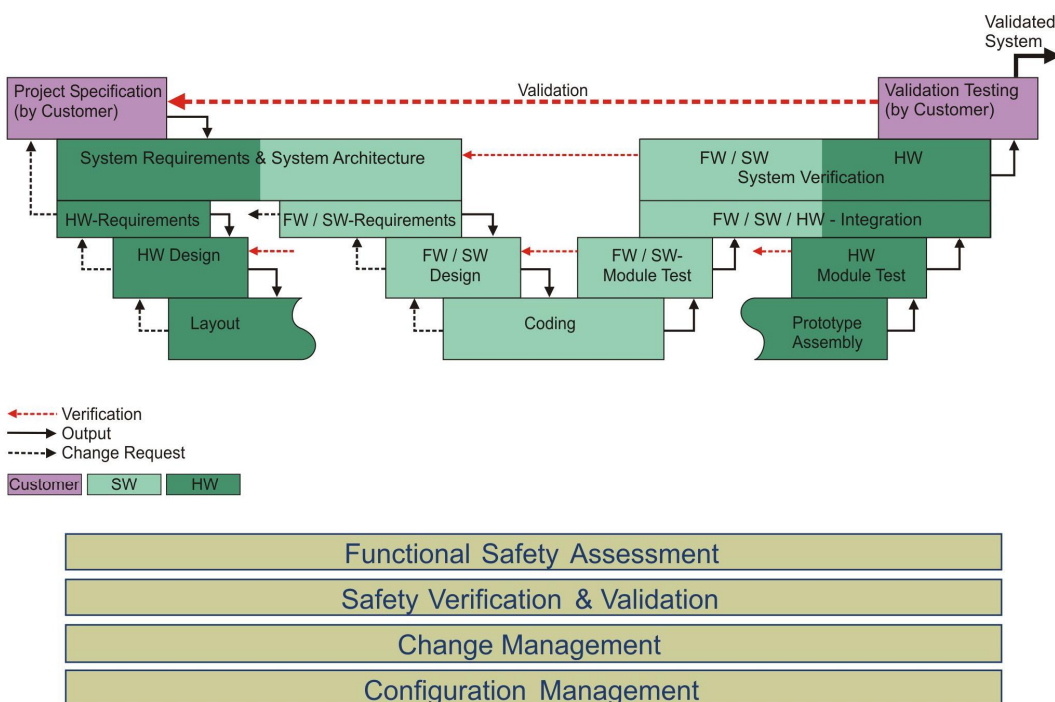

Bild 2: Entwicklung und V-Modell
- Schritt 3-5: Safety Hardware und Software Entwicklung (Design, Integration, Test) (*Bild 2*)